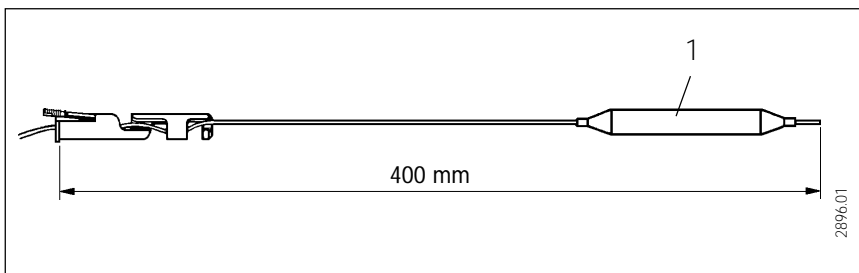

Abb. 19/Fig. 19/Afb. 19
- Bei Ansprechen des Sicherheitstemperaturbegrenzers (kein Durchgang) **Temperaturregler austauschen**, Sicherheitstemperaturbegrenzer durch Drücken des Rückstellknopfes wieder einsatzbereit machen. Die Eintauchtiefe vom Temperaturregler-Fühler (Abb. 19) ist unbedingt einzuhalten.
- After actuation of the safety thermal cut-out (no operation), replace regulator and press the reset button to prepare the safety thermal cut-out for operation again. The immersion depth of the thermostat sensor (Fig. 19) must on no account be changed.
- Lorsque le limiteur de température de sécurité réagit (pas de passage), changer le régulateur. Pour réamorcer le limiteur de température, appuyer sur le bouton de réinitialisation. La profondeur d'immersion de la sonde du régulateur de température (fig. 19) doit être impérativement respectée.